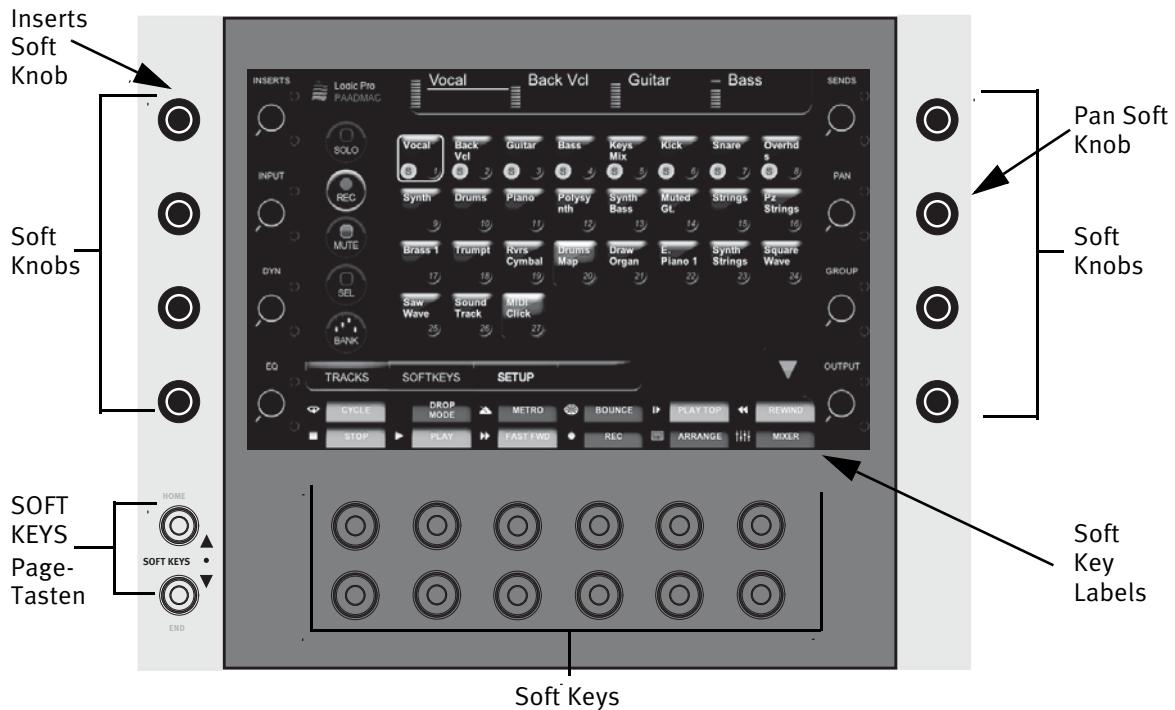

Abb. 3-1 Soft Knobs, Soft Keys und Touchscreen
- Der Touchscreen verfügt über zwei Reihen mit sechs Soft Key Labels, die den beiden Reihen physischer Soft Keys entsprechen (Abb. 3-1). Drücken Sie die ▲ und ▼ Page-Taste der **SOFT KEYS**, um weitere Soft Key Labels anzuzeigen.
3. Drücken Sie den **PAN** Soft Knob (Abb. 3-1), um auf das Pan Knob Set zuzugreifen.
5. Drücken Sie den **INSERTS** Soft Knob (Abb. 3-1).